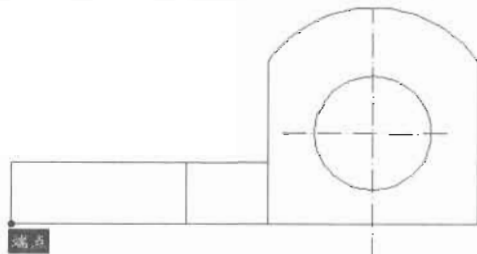

图 10-152
(12) 绘制如图 10-152 所示的垂直直线, 该直线的长度为 16mm, 直线与端点 (粗黑点表示的那个端点) 的水平距离为 45mm, 命令执行过程如下。